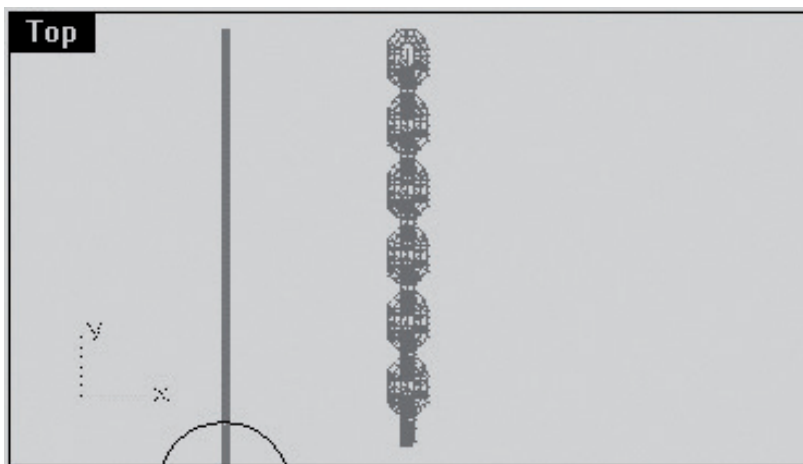

Рис. 48. Звенья в объеме, расположенные по линии
5. Сейчас нам пригодится окружность, созданная ранее. Выделяем два звена, которые мы сделали в прошлом шаге, и создадим 6 копий по линии длиной 63 units (см. шаг 2). Каждое звено должно быть соединено корректно. Мы не сможем корректно расставить звенья, не включив режим контрольных точек у разметочной линии (Rhino Command: Pton). Они нам нужны для точной подгонки длины звеньев и длины круга, куда мы собираемся их поместить. Выравниваем верхнее звено так, чтобы его внутренняя часть сравнялась с верхней контрольной точкой линии, а затем, используя 1D Scale, подгоняем длину всех звеньев, ориентируясь на внутреннюю часть нижнего звена и нижнюю контрольную точку линии (рис. 48).